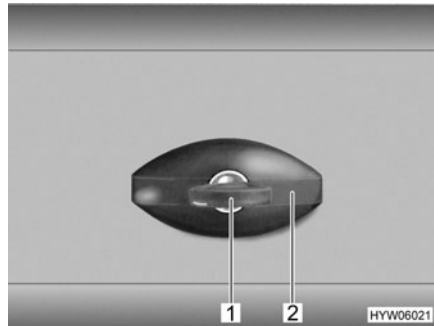

Fig. 30 Cerradura de la trampilla, de forma elíptica, cerrada
- Introducir la llave en el cilindro de cierre (Fig. 30,1) y girarla un cuarto de vuelta en sentido contrario a las agujas del reloj. El asidero de la cerradura (Fig. 30,2) se abre de golpe.